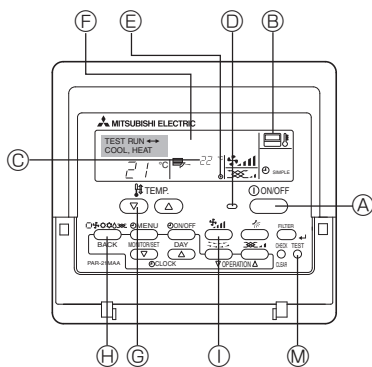

Fig. 9-2
9.2.2. Afstandsbediening met draad (Fig. 9-2)
- ① Schakel het apparaat minimaal 12 uur voor het proefdraaien in.
- ② Druk tweemaal op de toets [TEST]. ⇒ "TEST RUN" in het LCD-venster
- ③ Druk de toets [Mode selection] (Moduskeuze) in. ⇒ Controleer of er lucht wordt uitgeblazen.
- ④ Druk op de toets [Mode selection] (Moduskeuze) en schakel over naar de werkstand koelen (of verwarmen). ⇒ Controleer of er koude (of warme) lucht wordt uitgeblazen.
- ⑤ Druk op de toets [Fan speed] (Windsnelheid). ⇒ Controleer of de luchtuitstroomsnelheid verandert.
- ⑥ Controleer de ventilator van het buitenapparaat op een goede werking.
- ⑦ Schakel het proefdraaien uit met de [ON/OFF]-toets ⇒ Stop
- ⑧ Leg een telefoonnummer vast.